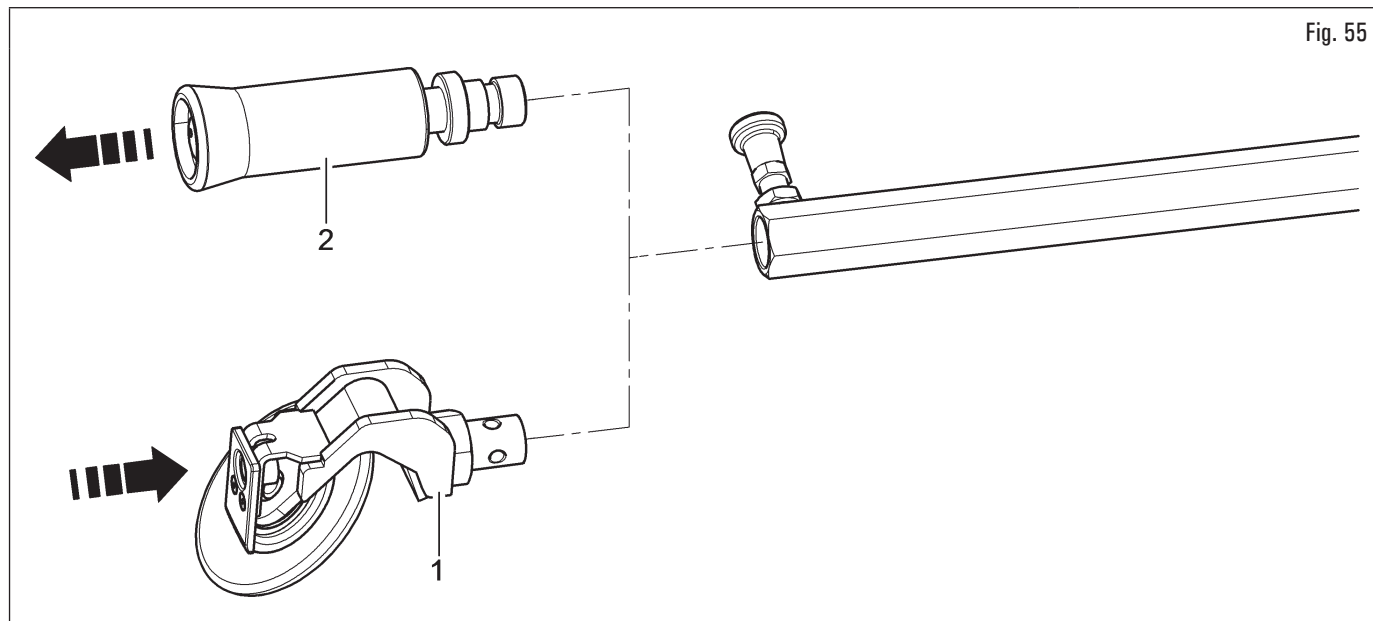

Fig. 55
- assicurarsi che il rullo inclinato (Fig. 55 rif. 1) sia montato sul dispositivo premi-alzatalлоне al posto del rullo premitallone (Fig. 55 rif. 2).